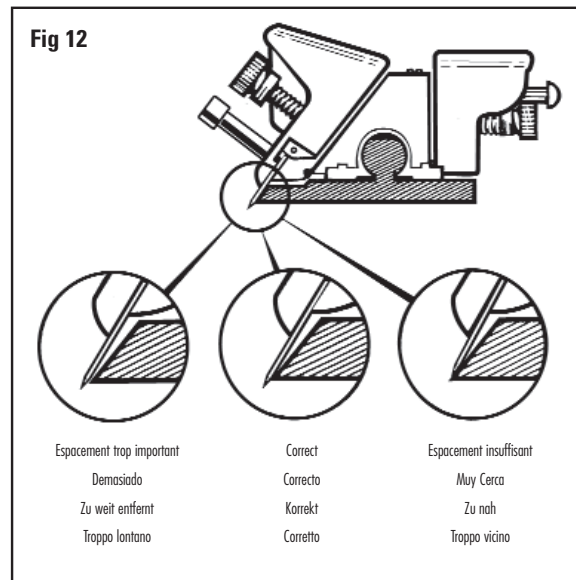

Fig 12
4. À ce stade, vérifiez la position de la pointe de la lame par rapport au bord du rail de guidage. Si la lame entre en contact avec le rail de guidage avant d'avoir atteint l'extrémité du rail, c'est que le ponçage de la surface des roulements est insuffisant et qu'un ponçage supplémentaire doit être effectué sur le CÔTÉ DROIT des roulements (Fig. 12). Au contraire, si la lame N'ENTRE PAS EN CONTACT avec le côté en biseau des roulements, il faut alors poncer davantage le côté biseau de la surface des roulements afin que finalement la lame entre en contact avec le bord du rail JUSTE au moment où la lame pénètre dans le passe-partout.
4. Prüfen Sie nun, den Abstand von Klingenspitze und Schneidschiene. Wenn die Klingenspitze die Schneidschiene berührt, bevor sie am Ende der Schiene angelangt ist, muss mehr vom Kunststoff auf der geraden Seite der Gleitlager abgeschliffen werden. Abb. 12 Im entgegengesetzten Fall, wenn die Klinge die Schneidschiene nicht berührt, muss mehr von der schrägen Seite der Gleitlager abgeschliffen werden, so dass die Klinge schließlich den Rand der Gleitschiene berührt, sobald sie in den Passepartoutkarton einsteht.
4. En este punto, compruebe la relación de la punta de la cuchilla con el borde de la Barra de Corte. Si la cuchilla golpea la Barra de Corte antes de que alcance el extremo de la barra, entonces tiene que quitarse más superficie del cojinete del LADO RECTO de los cojinetes. Fig. 12 Al contrario, si la cuchilla NO golpea el borde de la Barra de Corte, entonces se debe quitar más superficie del LADO DE BISEL del cojinete de modo que la cuchilla SÓLO golpeará en última instancia contra el borde de la barra conforme la cuchilla entre dentro de la lámina periférica.
4. A questo punto, verificare il rapporto della punta della lama rispetto al bordo della barra di taglio. Se la lama colpisce la barra di taglio prima che raggiunga l'estremità della barra, occorre rimuovere altra superficie dal LATO DIRITTO dei cuscinetti. Fig. 12 Al contrario, se la lama NON colpisce il bordo della barra di taglio, occorre rimuovere altra superficie dal LATO SMUSSO dei cuscinetti così che, alla fine, la lama colpirà il bordo della barra SOLAMENTE quando penetra nel cartoncino.